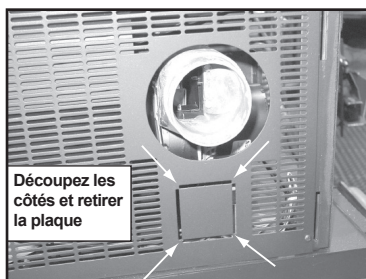

Figure 20.1
- Découpez les côtés et retirez la plaque (**Figure 20.1**).